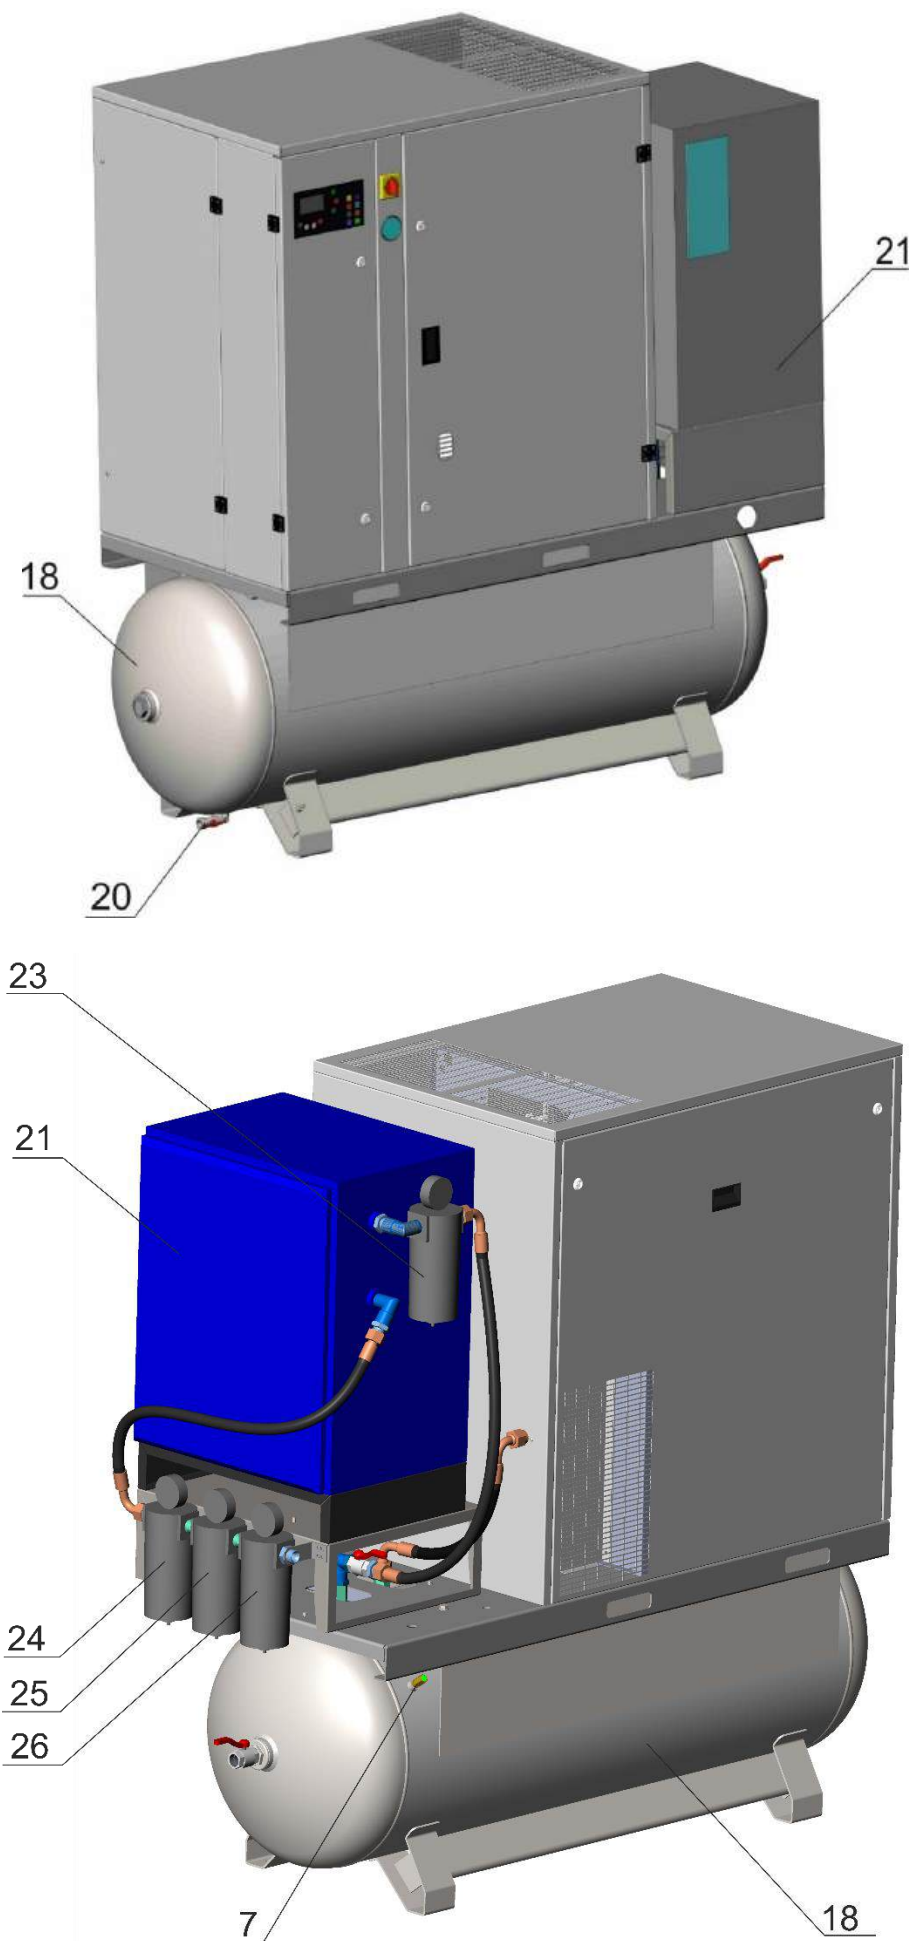

Рисунок 2 – Общий вид компрессорных установок ВК25Т-16-500Д2, ВК30Т-16-500Д2
**18 – Ресивер воздушный** (см. рисунок 2) предназначен для сбора сжатого воздуха, устранения пульсации давления, предварительного отделения конденсата и масла. Ресивер одновременно является корпусом, на котором смонтированы агрегаты компрессорной установки.
**20 – Конденсатоотводчик** (см. рисунок 2) предназначен для удаления скопившихся в ресивере конденсата и масла.
**21 – Осушитель** (см. рисунок 2) предназначен для отделения влаги, содержащейся в сжатом воздухе.